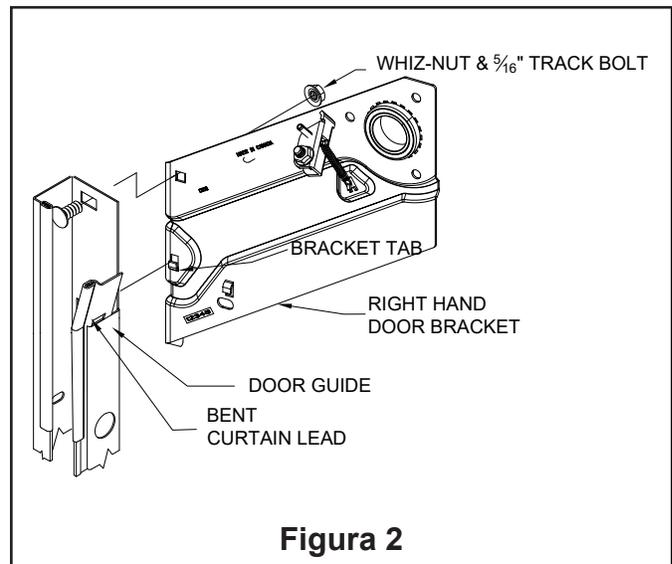
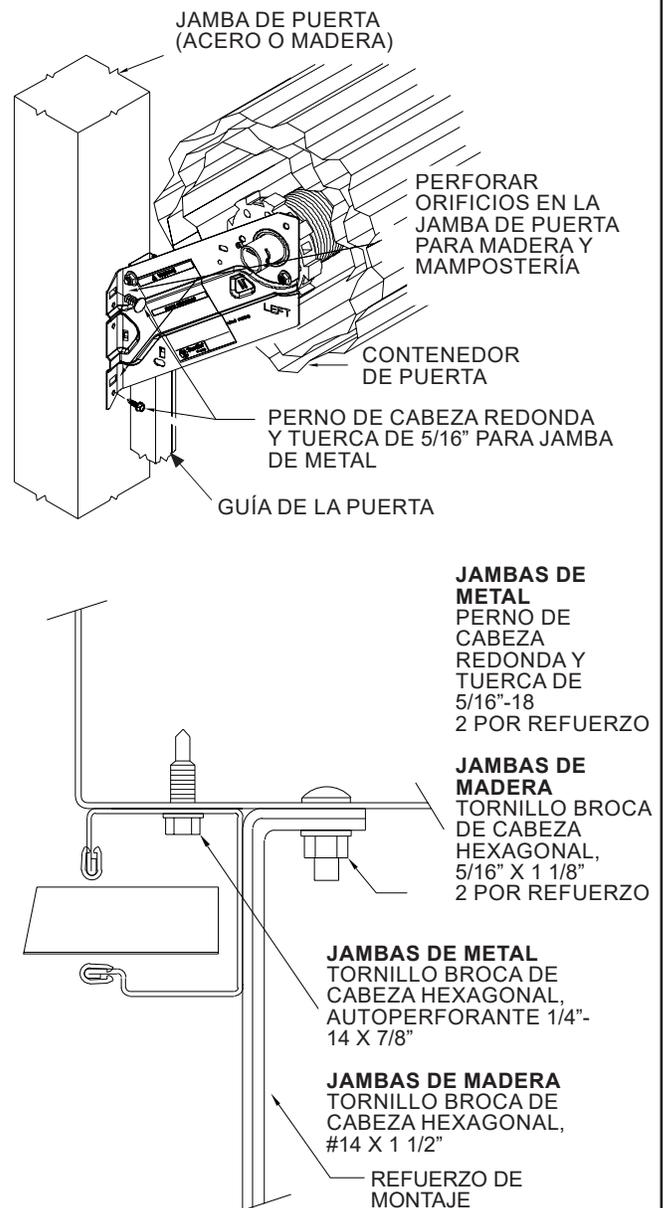

Figura 2
Figura 4
**3.2** Coloque las guías en el suelo con los orificios de montaje orientados hacia el suelo y el conductor de persiana doblado hacia arriba y hacia la abertura de la puerta (véase la Figura 2 para ver un ejemplo de una guía de mano derecha).
**3.4** Fije un refuerzo a cada guía con un (1) perno de riel de cabeza plana de 5/16" y una (1) tuerca de reborde como se indica en la Figura 2. Las tuercas deben ponerse en el exterior de la guía. Asegúrese de que la parte posterior del refuerzo y la guía estén al ras una vez que termine de montar ambos refuerzos (véase la Figura 4).
**4.4s** Ubique la puerta en la abertura como se muestra en la Figura 4 y perforo un orificio de 3/8" en la jamba para que coincida con el orificio superior del refuerzo, si todavía no hay uno.
**4.4w** Perfore a través de ambas ranuras. El tamaño de los orificios para mampostería o madera puede variar dependiendo del tipo de sujetador que se necesite. Verifique el tamaño del sujetador antes de perforar (véase la Figura 4).